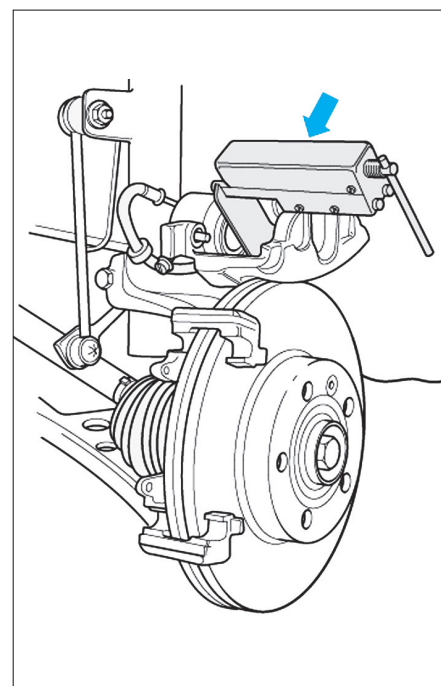

Fig. 5
- A l'aide d'un repousse piston, repousser le piston (flèche) (Fig.5).
- Repousser le piston (flèche) (Fig.5).